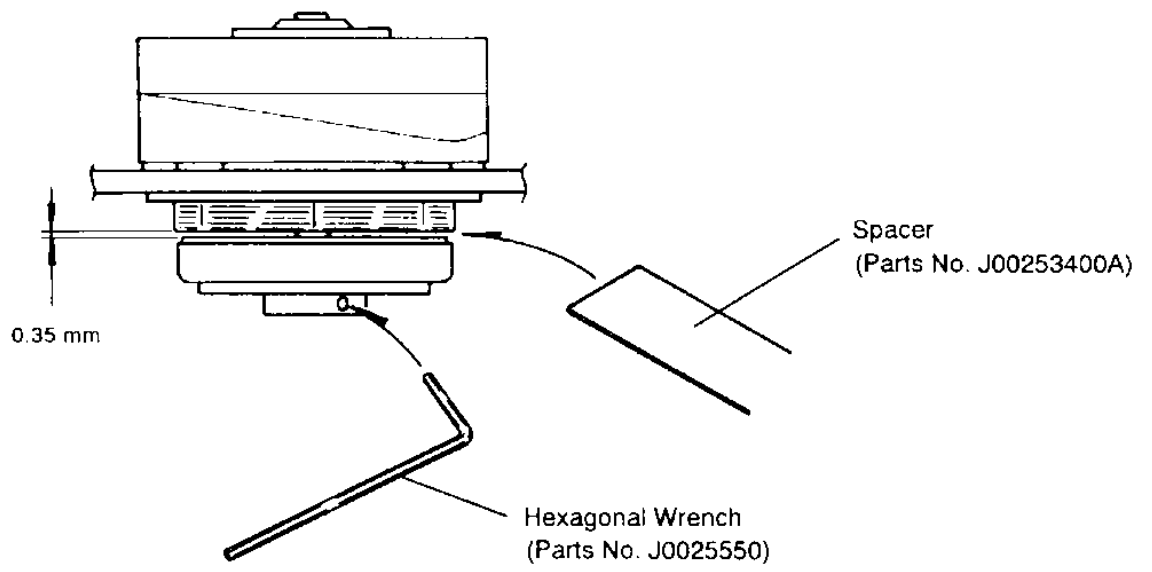
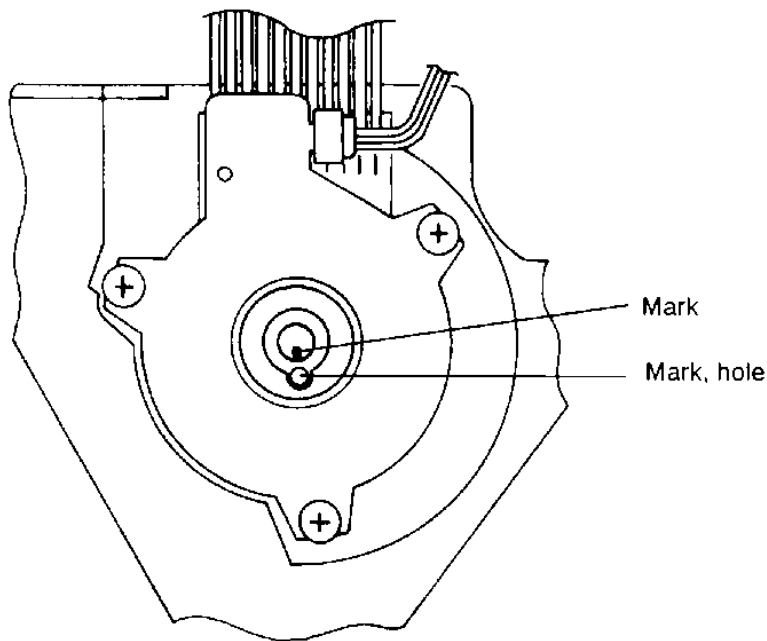
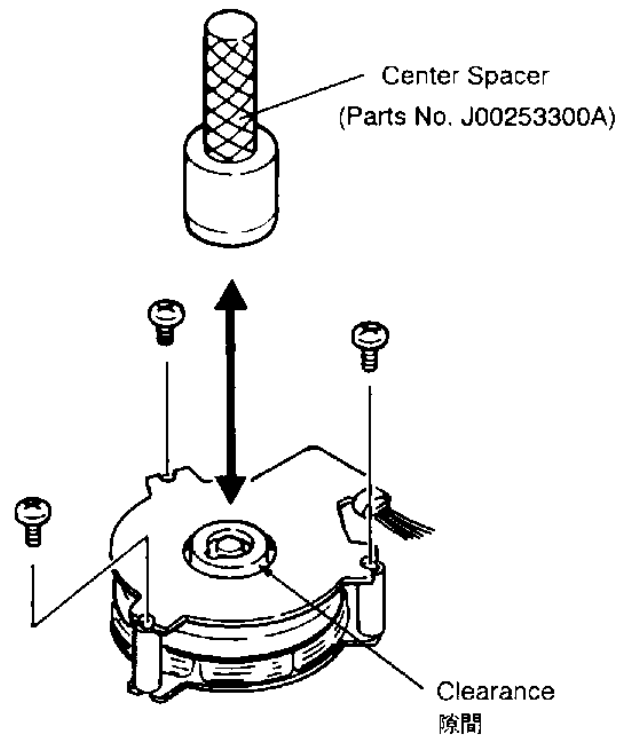

Fig. 2
Fig. 3
Fig. 4
2. Remove three screws ① (part no. 5761809600), and remove part ②.
3. Dissolve the screw-locking compound at ⑥ with an appropriate solvent, then loosen screw ③ (part no. V00015500A) with a hexagonal wrench (Fig. 2) and remove part ④.
- * When mounting part ④, use a 0.35 mm thick spacer to allow the necessary clearance as shown in Fig. 2. Align also the mark on the shaft with the positioning hole in part ④ as shown in Fig. 3. Alignment when the mark on the shaft goes indistinct in the future is explained on page 5 of this supplement.
- * When mounting part ②, insert a center spacer for the clearance shown in Fig. 4 to be even.
- * Tightening torque for screws ① and posts ⑤ should be 0.3 kg·cm. You need the following tools :
- * When removing the hexagonal wrench after fully tightening screw ③, be careful NOT to loosen the screw.
- * If the TACH adjustment (discussed on page 21 of the provided service manual) after completion of installation does not allow you to get the adjustment value of $803.6 \pm 15 \mu\text{s}$, then reassemble part ④ by slightly sliding the mark on the shaft counterclockwise with respect to the positioning hole in part ④. (See also page 6 for technical information.)
- * After tightening the screws and posts, apply the screw-locking compound to ④, ⑥, and ③ to prevent them from loosening.
2. ①ネジ (品番5761809600) 3本を外し②を外す。
3. ⑥部のネジロックをアルコールで溶かしてから、③ネジ (品番V00015500A) をヘックス・レンチ (図2) で緩めて④を外す。
- * ④を取り付けるときは、図2のように厚さ0.35mmのスペーサーを挿入して、隙間が0.35mmになるように取り付けること。また、図3のようにシャフトのマークと④の穴マークの位置を合わせて取り付けること。
- * ②を取り付けるときは、図4の隙間が均等になるようにセンター・スペーサーを挿入して取り付けること。
- * ①ネジおよび⑤ポストの締め付けトルクは0.3kg·cm厳守のこと。
- * ③ネジの締め付け後、ヘックス・レンチを抜くときは、絶対にネジが緩む方向に力を加えないこと。
- * 取り付け後、TACH調整 (サービスマニュアルの21ページ) で調整値が $803.6 \pm 15 \mu\text{s}$ 以内に調整できない場合は、図3のシャフトのマークの位置を④の穴マークに対して反時計回りの方向に少しずらして④を再取り付けすること。